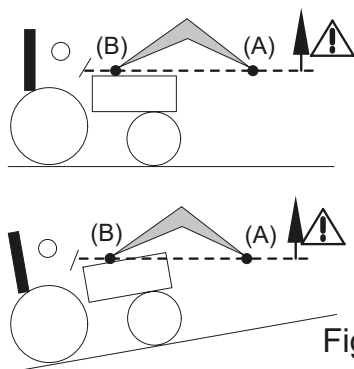

Fig. 2
- Beim Heben und Bewegen ab dem Zeitpunkt, an dem der Schwenkpunkt des Werkzeugs (A) die Horizontale des Schwenkpunkts des Frontladers (B) überschreitet, die Ladung niemals aus den Augen lassen [siehe Abb. 2]. Falls erforderlich, die Position des Werkzeugs korrigieren, sodass die Ladung niemals auf den Fahrer gerichtet ist [siehe Abb. 3].
! **GEFAHR:** Wenn die Last nicht ordnungsgemäß gesichert ist, besteht für den Bediener die Gefahr, dass die Last herunterfällt, wenn der Drehpunkt des Werkzeugs (A) über den horizontalen Drehpunkt des Frontladers (B) hinausragt [siehe Abb. 2].
! **GEFAHR:** Der Frontlader darf nicht angekippt werden, wenn der Drehpunkt des Werkzeugs (A) über den horizontalen Drehpunkt des Frontladers (B) hinausragt [siehe Abb. 2].